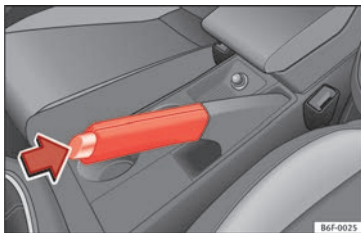

Fig. 178 Il freno a mano, ubicato tra i due sedili anteriori.
- Tirare con decisione la leva del freno a mano verso l'alto » **fig. 178**.
- Tenendo premuto (nella direzione indicata dalla freccia » **fig. 178**) il tasto di sblocco, spostare prima la leva leggermente verso l'alto e poi abbassarla del tutto » **A**.